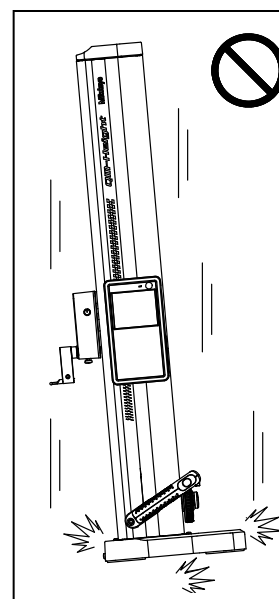

Fig. 4
- Veillez à ne pas exercer de force excessive sur la colonne et à ne jamais la laisser tomber. Ne procédez à aucune opération de démontage des éléments de la colonne, excepté le retrait du compartiment à piles lors du remplacement de ces dernières. (Fig.4)